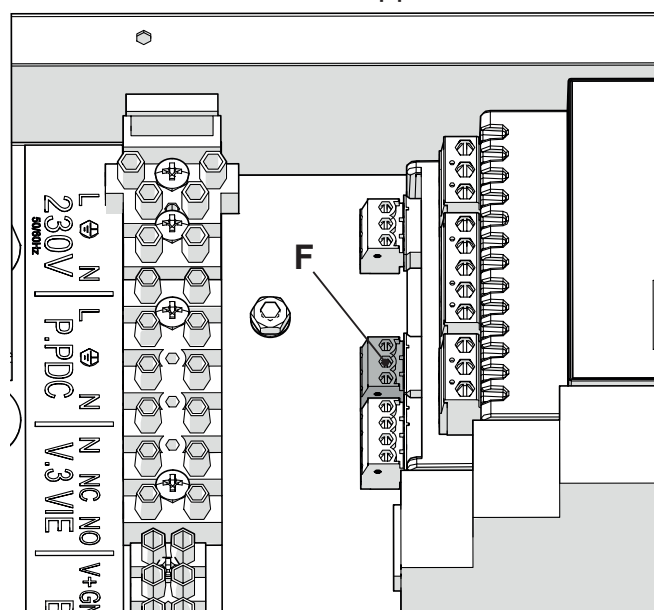

Figura 9.24
In caldaia, il cavo dati della PdC va collegato al morsetto (F) del quadro elettrico di sistema (Figura 9.24) utilizzando un cavo (non fornito) avente le seguenti caratteristiche: